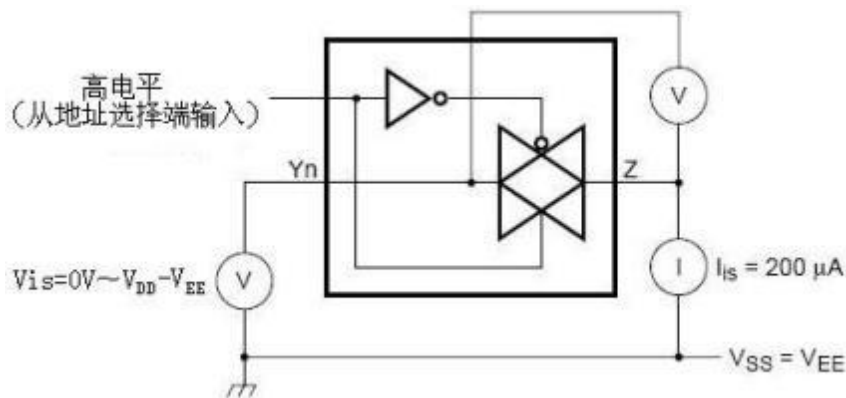

图 4、导通电阻测试线路图
7.3.2、直流特性 2 (未有特殊说明,  $V_{SS}=0V$ ,  $T_{amb} = 25C$ , 测试线路图见图 4)